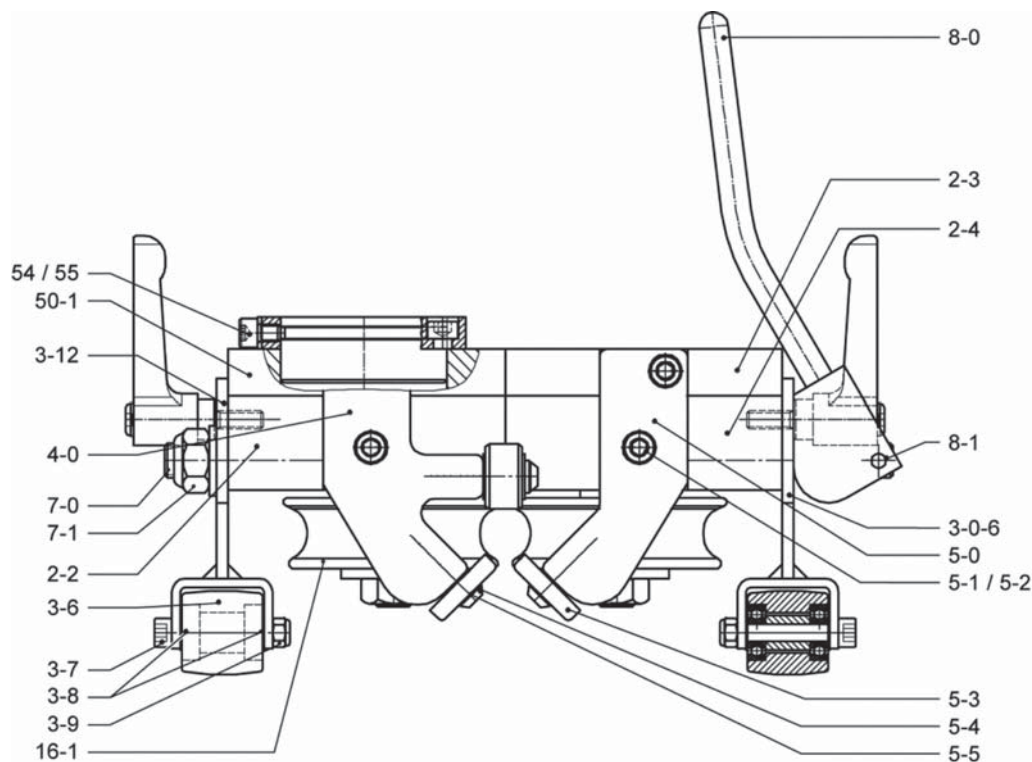

Figura 15
- In base al carico di lavoro, i cuscinetti dei rulli guida (Figura 15, 3-6, 4-1, 5-3) possono essere lubrificati leggermente con olio per macchine.
- Oliare i tiranti (Figura 15/16, 7-0) nella zona dell'eccentrico, facendo in modo che sulla superficie rimanga un leggero strato di olio.
I supporti rulli anteriori sul lato dell'unità di comando (Figura 15, 4-0) e i supporti rulli anteriori sul lato opposto (Figura 15, 5-0) devono sempre essere rimossi.
Nel caso di un raggio inferiore a 2 m, i supporti rulli anteriori sul lato dell'unità di comando (Figura 15, 4-0) e i supporti rulli anteriori sul lato opposto (Figura 15, 5-0) devono essere rimossi.
rimuovere i supporti rulli anteriori sul lato dell'unità di comando (Figura 15, 4-0) e i supporti rulli anteriori sul lato opposto (Figura 15, 5-0).